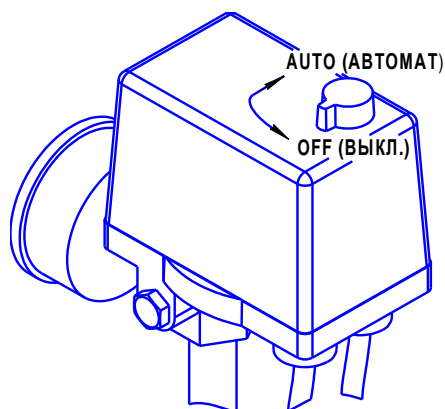

Рисунок 3
- 1 Проверьте, чтобы выключатель на прессостате находился в выключенном положении "OFF" (см. рисунок 3).
- 1 Выключить компрессор выключателем на прессостате. Для этого необходимо переключить выключатель в положение "0" или "OFF", в зависимости от исполнения (см. рисунок 3). После этого остановится электродвигатель и произойдет сброс давления из нагнетательного воздухопровода и поршневого блока.
Для пуска компрессоров СБ4/С-50.LB24, СБ4/С-100.LB24 после срабатывания защиты выполните следующие действия: после того, как двигатель остынет до допустимой температуры переключите выключатель на прессостате в положение "OFF" (см. рисунок 3), а затем включите компрессор переключив выключатель в положение "AUTO".